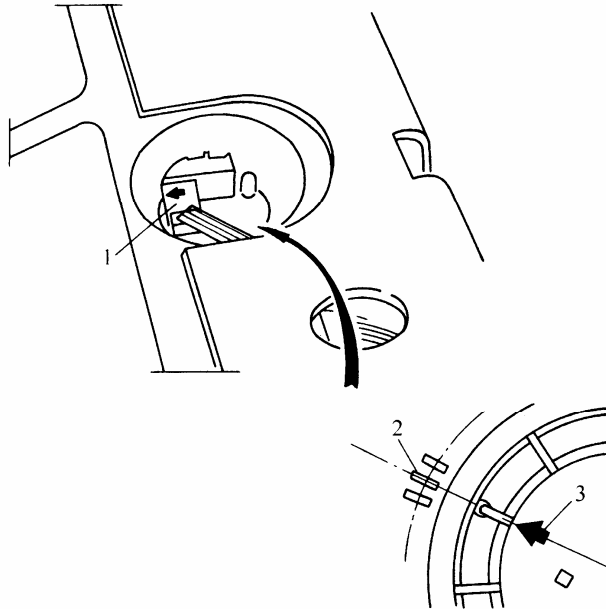

图 9-100 对齐燃油表传感器套环记号
- 2) 用专用工具拧紧套环, 拧紧后的套环其标记 3 与燃油箱上的标记 2 应对齐(图 9-100)。